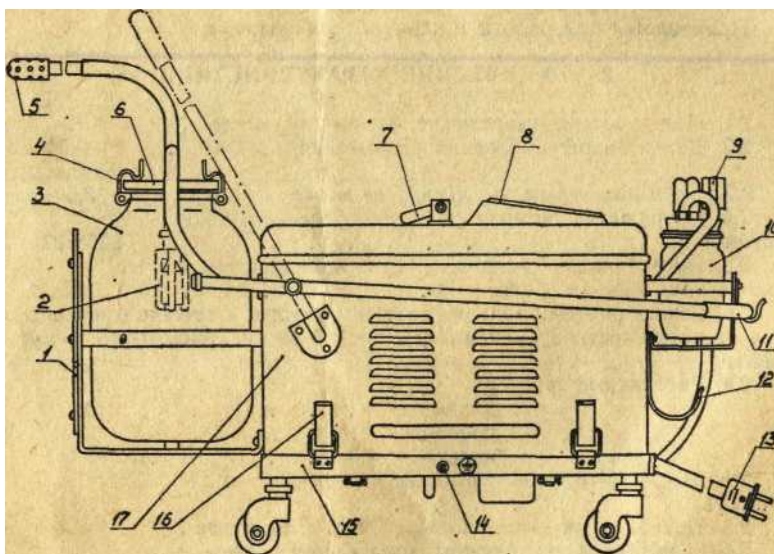

Рис. 1. Общий вид отсасывателя.
4.1.1. Съемный блок включает в себя кожух 17 (рис. 1), который при
4.1.4. Наконечники 5 (см. рис. 1) служат для непосредственного отсасывания жидкости, которая по шлангу, в результате разрежения создаваемого вакуум-насосом, поступает в банку-сборник 3. Наконечники имеют различную конфигурацию и применяются в зависимости от характера отсоса.
При классе защиты 01 перед подключением к сети аппарат обязательно заземлить, для чего заземляющий провод одним концом присоединить к шине заземления, другим — к аппарату к клемме заземления 14 (см. рис. 1).
7.2. Включить штепсельную вилку 13 (см. рис. 1) в электросеть с напряжением 220 В.
б) завернуть регулировочный колпачок 9 (см. рис. 1) до отказа;
7.5. Соединить наконечник со шлангом, идущим от крышки 6 (см. рис. 1).
8.2. Установить регулировочным колпачком 9 (см. рис. 1) требуемое при отсасывании разрежение. При отворачивании колпачка разрежение будет уменьшаться.
в) проверить состояние и чистоту резинового кольца предохранительного клапана 2 (см. рис. 1) и плотность соединения корпуса клапана с трубкой крышки. Проверить состояние резиновой прокладки крышки банки 6 и исправность замков 4.